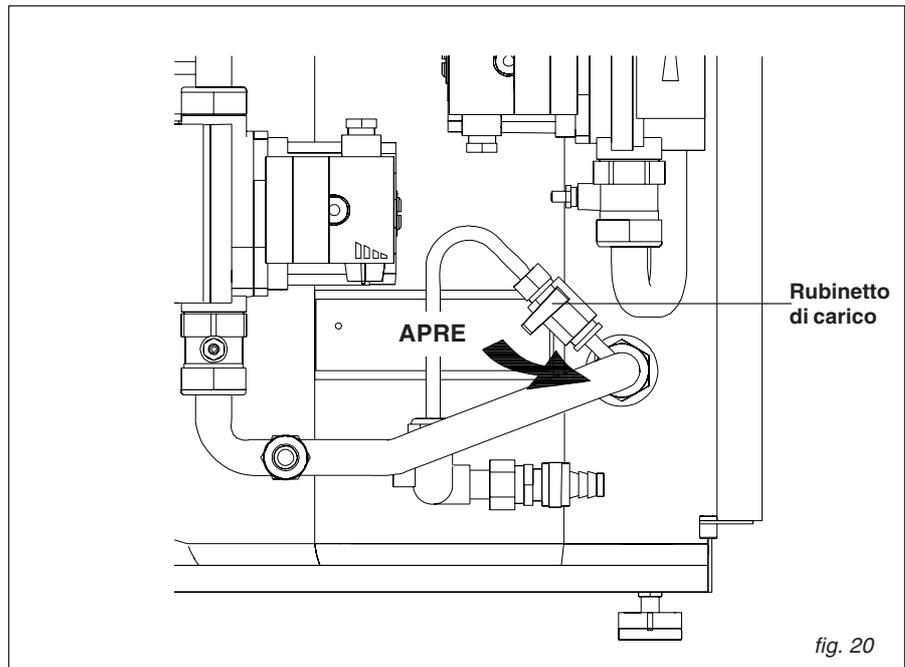

fig. 20
- aprire gradualmente l'apposito rubinetto di carico accertandosi che le eventuali valvole di sfogo aria automatiche, installate sull'impianto funzionino regolarmente (fig. 20).